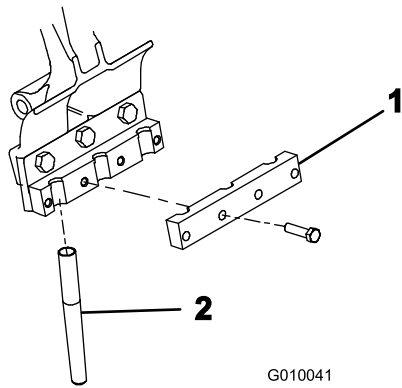

Bild 25
4. Befestigen Sie eine Stachelklemme mit vier Schrauben (3/8 x 1-1/2 Zoll) loose an jedem Stachelhalter (Bild 25). Ziehen Sie die Bolzen nicht fest.